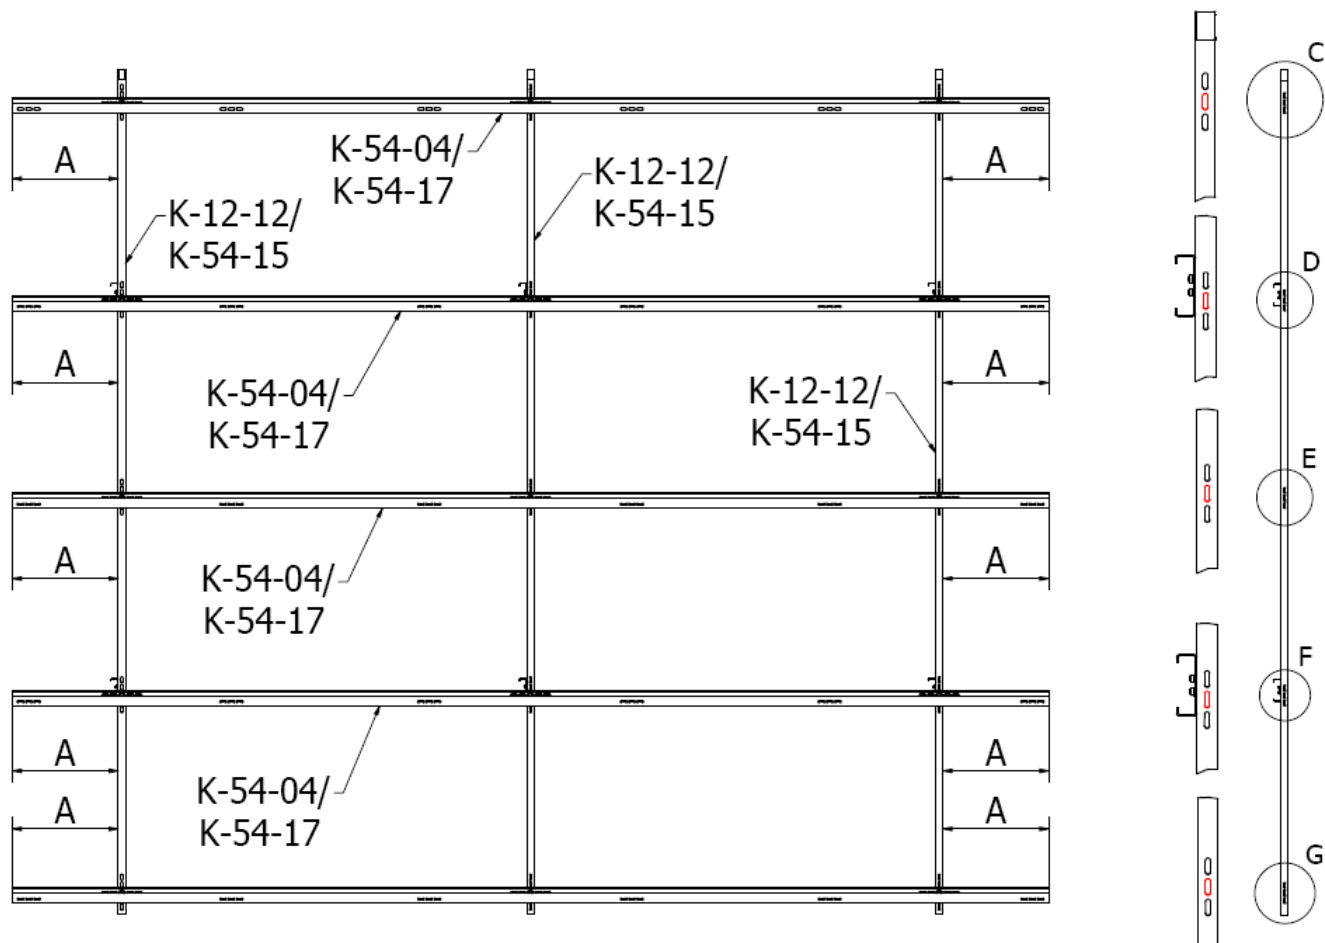
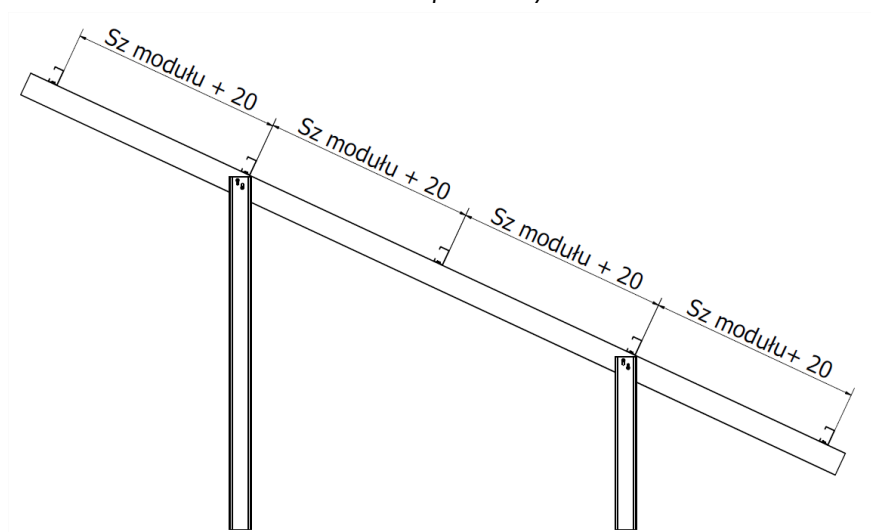

RYS.11 Montaż najwyżej położonej belki, rzut I
RYS.12 Montaż najwyżej położonej belki, rzut II
9. Następnym etapem jest przykręcenie najwyżej położonej belki w taki sposób, by odległość o jaką belka wystaje od krokwi z obu stron konstrukcji, była taka sama jak w przypadku wcześniej przykręconej, najniższej położonej belki rys.11 i rys.12.